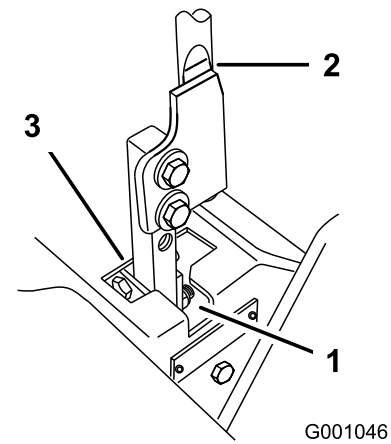

Figura 68
5. Mueva la palanca a la posición de punto muerto, pero no bloqueada (Figura 68).
6. Tire hacia atrás de la palanca hasta que el pasador (en el brazo debajo del eje pivotante) entre en contacto con el extremo de la ranura (empezando justo a tensar el muelle) (Figura 68).
7. Compruebe la posición de la palanca de control con relación a la muesca de la consola (Figura 68). Debe estar centrada para que la palanca pueda girar hacia fuera a la posición de bloqueo/punto muerto.